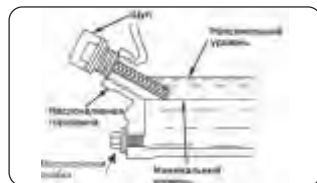

Рис. 23
Каждый раз перед запуском и через каждые пять часов работы проверяйте уровень масла (рис.23).
- Извлеките масляный щуп, проверьте уровень масла. При низком уровне - долейте масло до нужного уровня по меткам на щупе (рис. 23). При высоком уровне - слейте лишнее масло, отвернув маслосливную пробку картера двигателя.